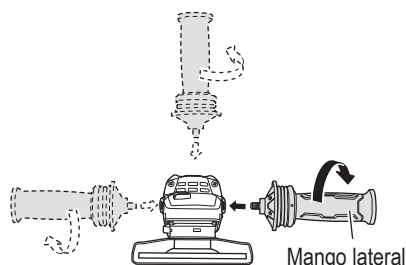

Fig. 12
9. Fijar el asidero lateral. Atornille el asidero lateral en la cubierta de engranajes (Fig. 12).